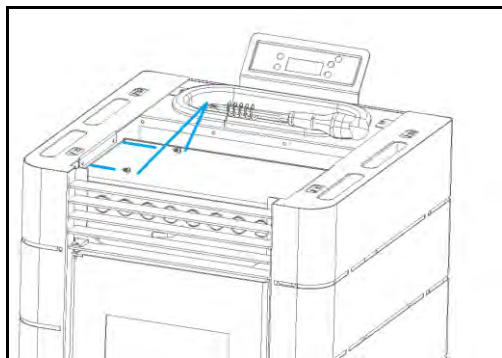

Figura 22 - Fixação das envoltentes laterais na parte superior
d) Repetir o processo realizado no ponto b e c deste manual para a outra envoltente e apertar as laterais utilizando quatro parafusos do kit, dois em cada lado, como demonstra a Figura 22.